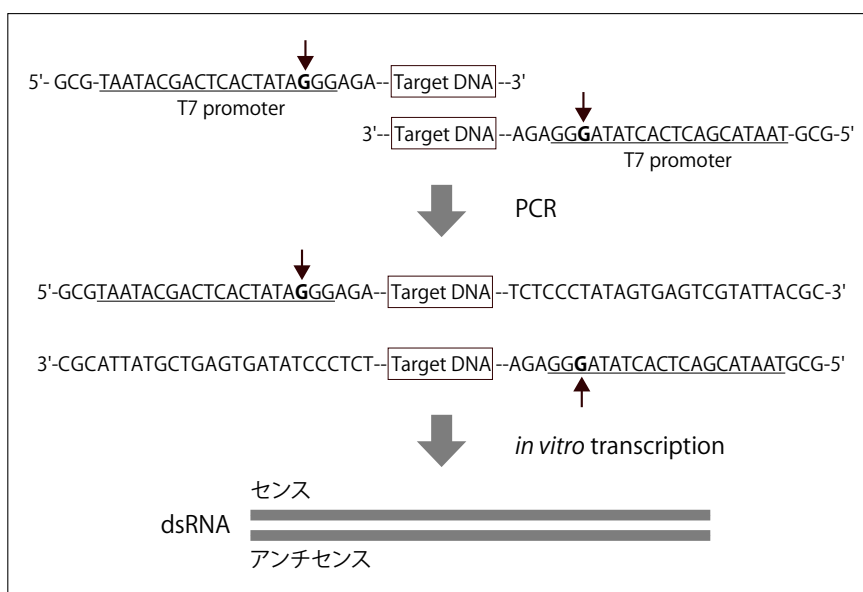

図 3. PCR による鋳型 DNA の調製
#### (1) PCR による鋳型 DNA の調製（図 3）